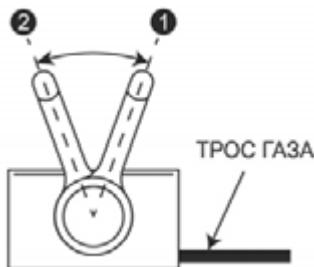

Рис. 13. Положения рычага газа
- Переведите рычаг газа на 1/3 хода от положения 2 (холостые обороты) в сторону положения 1 (максимальные обороты) (Рис. 13).
- Прогрейте двигатель. Прогрев двигателя занимает около минуты. После прогрева двигателя переведите рычаг газа в положение 1 максимальных оборотов (Рис. 13) и начните кошение.
- Рычагом газа переведите двигатель в режим холостого хода (переведите рычаг газа в положение 2 (холостых оборотов) (Рис. 13))
В соответствии с разделом ЗАПУСК ДВИГАТЕЛЯ запустите двигатель и прогрейте его. После прогрева двигателя установите рычаг газа в положение 1 максимальных оборотов (Рис. 13) и начните движение, толкая газонокосилку вперед.